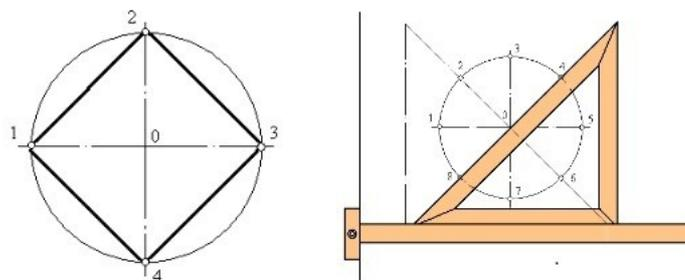

Рис. 3. Деление на четыре части, восемь частей.
1. *Деление окружности на четыре равные части и построение правильного вписанного четырехугольника.* Две взаимно перпендикулярные центровые линии делят окружность на четыре равные части в (рис. 3). Соединив точки пересечения этих линий с окружностью прямыми, получим правильный вписанный четырехугольник.